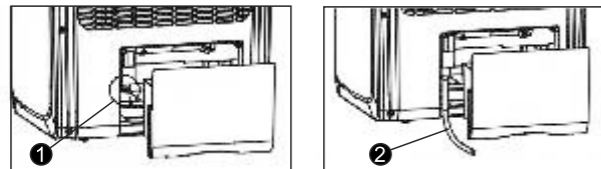

Рис. 10
При заполнении емкости для сбора конденсата воду необходимо сливать, иначе прибор не будет работать. Сливать конденсат необходимо, открыв нижнюю заглушку у основания прибора (Рис.10 поз.2).
Для постоянного отвода конденсата в условиях повышенного уровня влажности в помещении можно использовать отверстие для постоянного отвода конденсата в центре прибора (Рис.10 поз.1).
1. Когда устройство работает в режиме охлаждения, установка дренажной трубки для отвода конденсата не требуется, т.к. конденсат испаряется автоматически. Убедитесь, что когда устройство находится в работе, резиновая заглушка (1) сливного шланга надежно закреплена (см. рис.10).
2. При работе в режиме обогрева выньте резиновую заглушку (1) сливного шланга (Рис.10), установите соответствующий сливной шланг, чтобы повысить эффективность обогрева.
3. При работе в режиме осушения выньте резиновую заглушку (1) сливного шланга, установите соответствующий сливной шланг (в комплект поставки не входит).